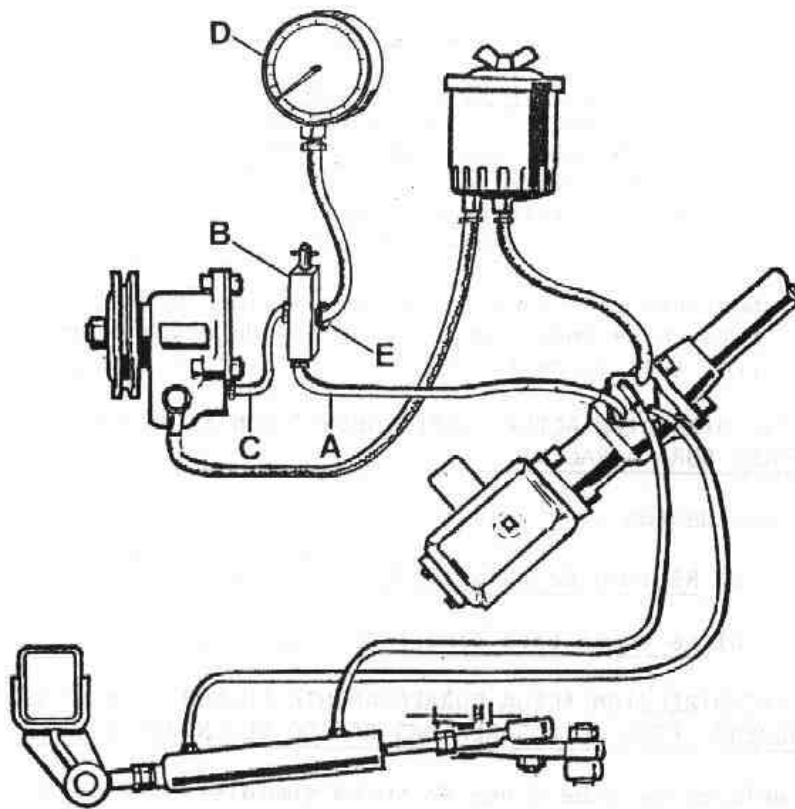

Fig. G2-9 Instalación del manómetro y válvula de paso para tomar presión.
- 1.1. Desconectar el tubo, A (Fig. G2-9) de la bomba, conectarlo a la salida de la válvula manual, B, y sobre la bomba, se roscará el tubo de entrada C, de dicha válvula.
- 1.2. El manómetro, D (Fig. G2-9) se instalará en su adaptador, E, de la válvula manual de paso.
2.1. Comprobar que el nivel de aceite del depósito es correcto y que la válvula de paso, D (Fig. G2-9) está abierta, poner el motor en marcha y esperar dos o tres minutos para que el aceite del circuito servo-dirección adquiera su temperatura de trabajo. Asegurarse de que las r.p.m. en ralentí son de 650 a 690.
2.3. Si la presión obtenida en la prueba anterior fuera inferior a 70 kg/cm², cerrar la válvula de paso, B (Fig. G2-9) lentamente, anotando la presión que marque el manómetro en el momento que la válvula esté completamente cerrada. (NO DEJAR CERRADA LA VALVULA MAS DE 10 O 15 SEGUNDOS). Si la presión anotada continuase siendo la misma que la obtenida en el punto 2.2, nos indicará que la causante del fallo, es la bomba hidráulica; si por el contrario la presión hubiera subido hasta los 75-80 Kgr/cm², nos indicará que la bomba se encuentra en perfecto estado y la causa del fallo estará bien en el cilindro de ayuda o en la válvula de control.
2.5. Una vez solucionada la avería, desconectar el manómetro de paso, volviendo a acoplar la tubería, A (Fig. G2-9) sobre la salida de aceite de la bomba, procediendo a rellenar el circuito según Tarea G2-3, punto 3.